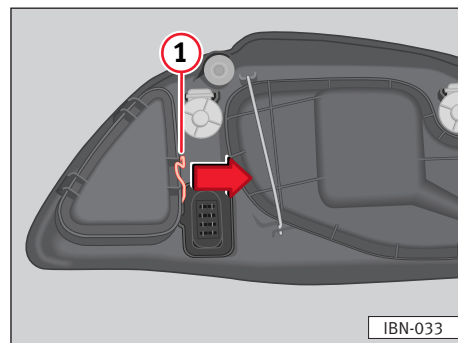

Fig. 150
- Empurrar o tirante ⇒ fig. 150 ① no sentido da flecha e retirar a tampa.